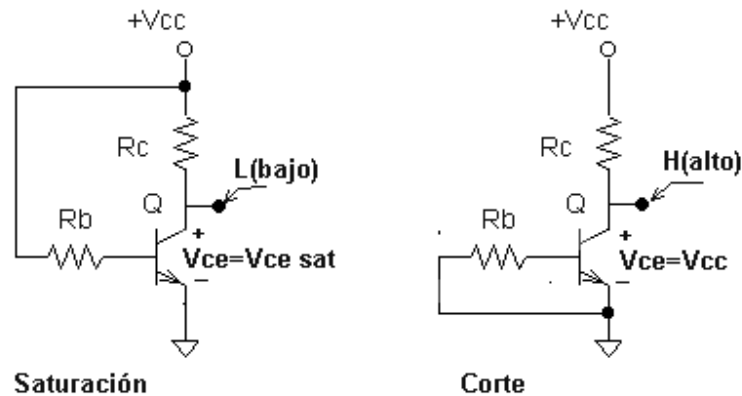

Figura 9.2. Transistor trabajando en saturación y corte.
*Por ejemplo, un transistor trabajando entre corte y saturación puede usarse como un circuito digital, figura 9.2.*